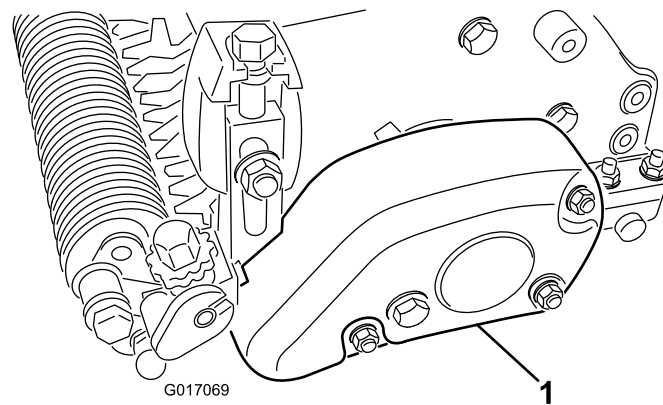

Рисунок 16
31. Прикрепите кожух ремня к узлу механической щетки тремя контргайками (Рисунок 16).